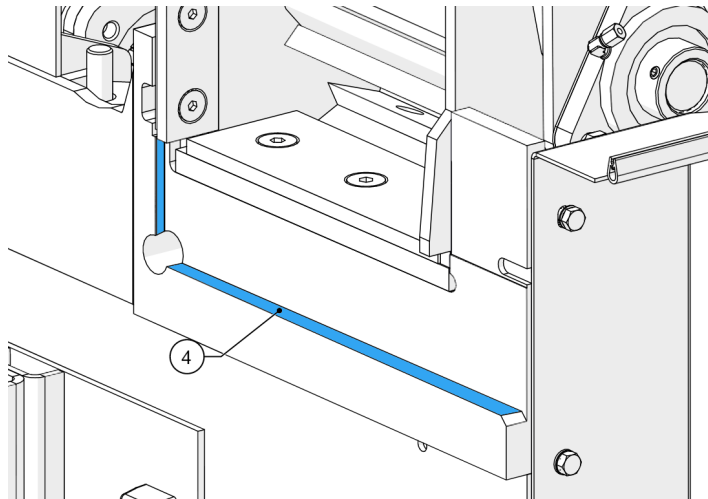

Figure 63 - Siège d'enclume
12. Assurez-vous que les sièges d'enclume ne présentent pas de saletés ni de débris avant d'insérer l'enclume (4, Figure 63).